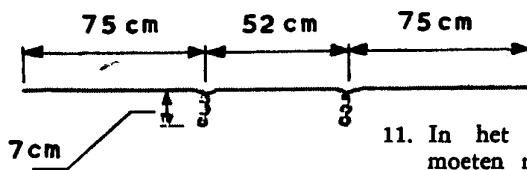

Fig. B13
11. In het bruine wikkeldraad moeten nu twee aftakkingen worden aangebracht. In figuur B13 kun je zien hoe dat moet gebeuren. Pas eerst 75 centimeter af, houd de draad daar vast en pas dan nog eens 14 centimeter af. Vouw dit stuk van 14 centimeter dubbel en draai het in elkaar. Zo heb je een aftakking van ongeveer 7 centimeter gekregen. Doe hetzelfde nog eens 52 centimeter voorbij de eerste aftakking. Het laatste stuk draad kun je na nog eens 75 centimeter afknippen. In totaal gebruik je dus 230 centimeter van het wikkeldraad.